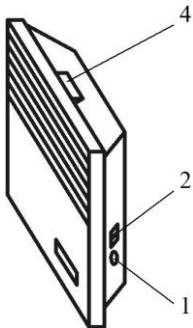
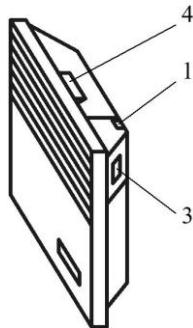

Рис.7
Рис.8
5.7 Переведите клавишу выключателя (клавиши ступенчатого регулятора мощности) в отключенное положение «0», ручку терmostата установите в положение «\*\*\*» (совместите знак «\*\*\*» на ручке с меткой на корпусе конвектора или блока управления). Конвектор готов к работе (расположение органов управления конвектором приведено на рис. 7, рис. 8).